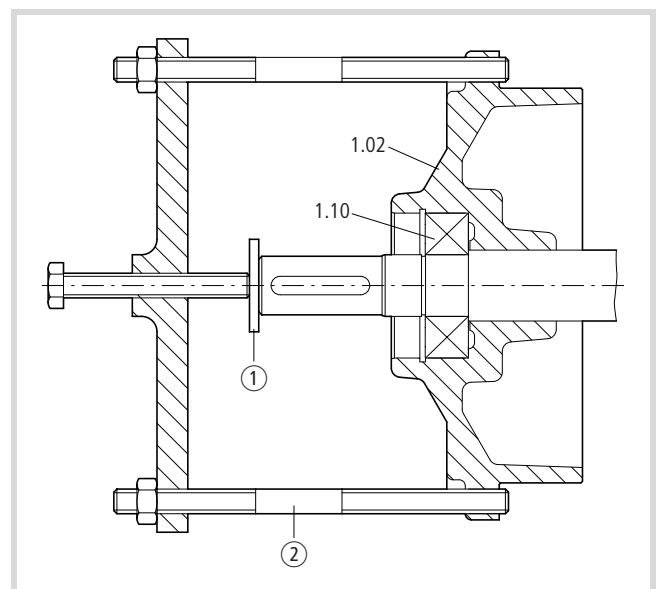

Figure 9 : Retrait du flasque AV (1.02) et du palier AV (1.10) de l'arbre
- ▶ Sortez le flasque AV (1.02) et le palier AV (1.10) de l'arbre à l'aide d'un dispositif d'extraction (→ fig. 9).